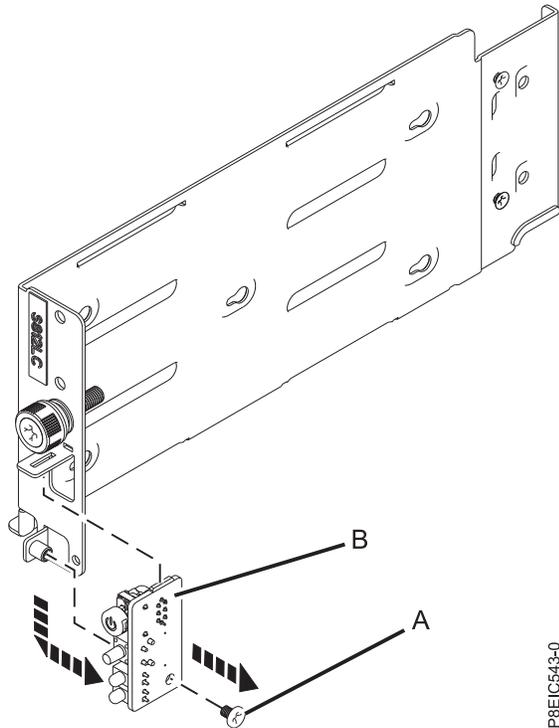

Abbildung 62. Netzschalterkarte ausbauen
9. Entfernen Sie die Schraube **(A)** von der Netzschalterkarte **(B)**; heben Sie anschließend die Netzschalterkarte und das Netzschalterkabel aus der Halterung (siehe Abb. 62 auf Seite 57).